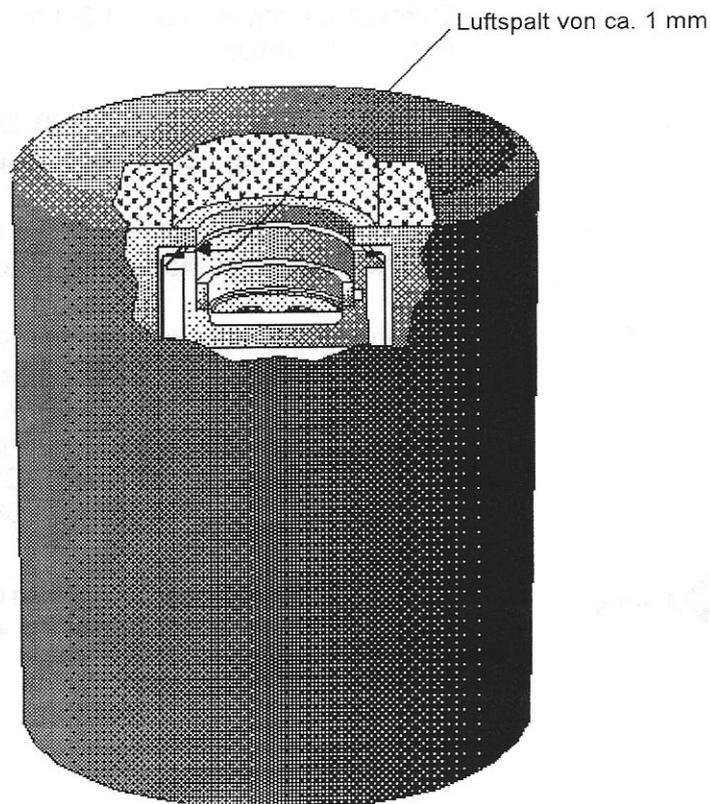

Abbildung 5.4 — Sitz des kupfernen Wärmetauschers auf der Meßzelle
5. Blicken Sie von oben in den Kühkopf hinein, und vergewissern Sie sich, daß zwischen dem kupfernen Wärmetauscher und dem oberen Zellenrand ein gleichmäßiger Luftspalt von ca. 1 mm besteht (s. Abbildung 5.4). Wenn der Spalt ungleichmäßig oder deutlich größer als 1 mm ist, müssen die Schritte 2 bis 4 wiederholt werden.
9. Blicken Sie von oben in den Kühlkopf hinein und vergewissern Sie sich, daß der Luftspalt zwischen dem kupfernen Wärmetauscher und dem oberen Zellenrand noch immer gleichmäßig ist und ca. 1 mm beträgt (s. Abbildung 5.4). Falls nicht, drehen Sie die Zellenbefestigungsschrauben wieder heraus und wiederholen Sie die Installation ab Schritt 4.